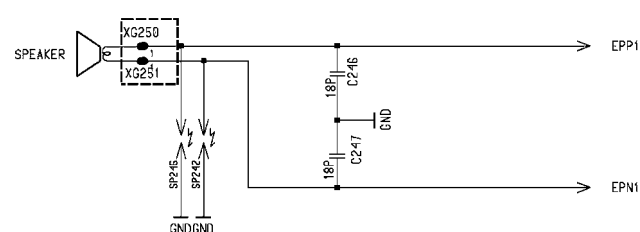

Рис. 14. Схема подключения громкоговорителя
- громкоговоритель/акустическое вызывное устройство (рис. 14).